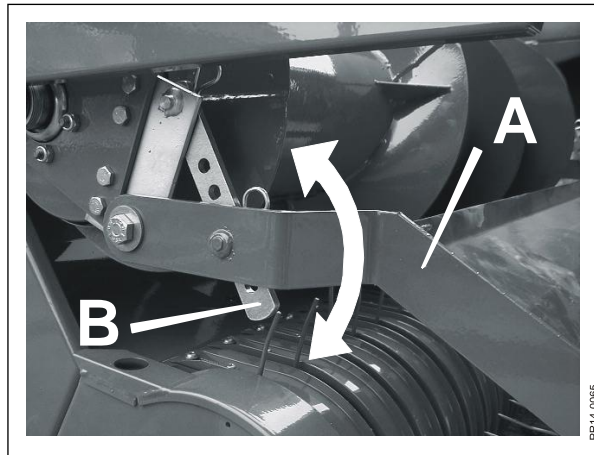

Fig. 4-2
**Fig. 4-2** Alt efter størrelsen og formen af afgrødestrengen kan afstanden fra indføøringspladen **A** til pick-up fingrene indstilles ved hjælp af hulrækken i justeringspladerne **B**. Her gælder, des større og kraftigere streng, des større afstand mellem indføøringsplade og pick-up fingre er ønskelig.